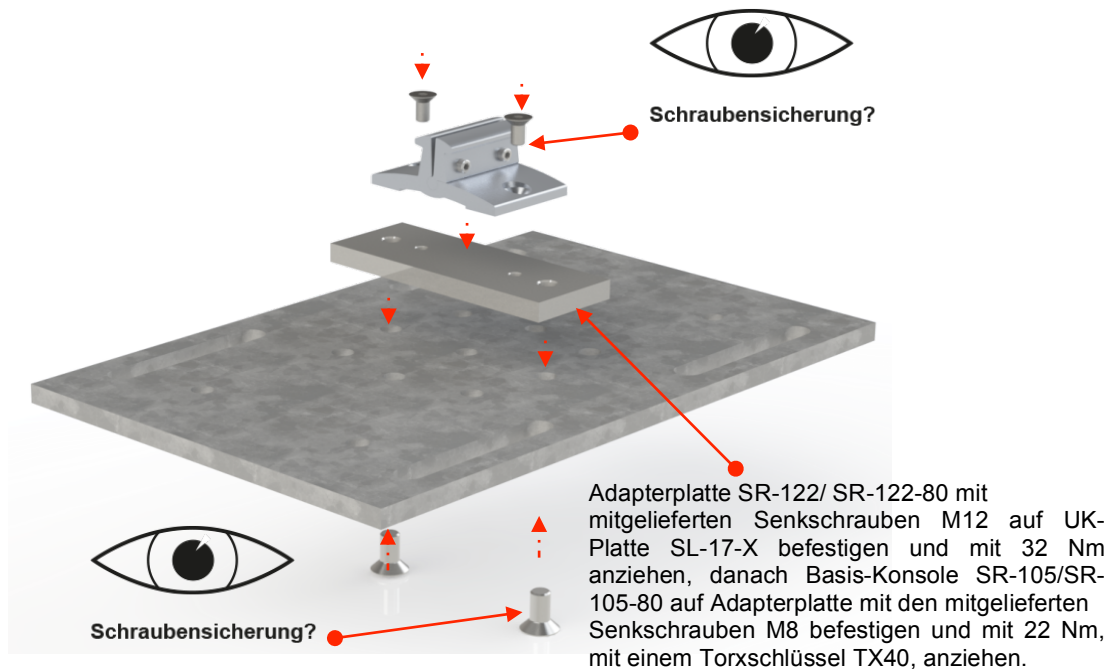

Abb. 6: Montage Basiskonsole SR-105 auf Adapterplatte SR-122 für UK-Platten SR-017
7. Für den Zusammenbau der Einzelteile Abb. Abb. 1 - Abb. 6 aus Kapitel 5 benutzen